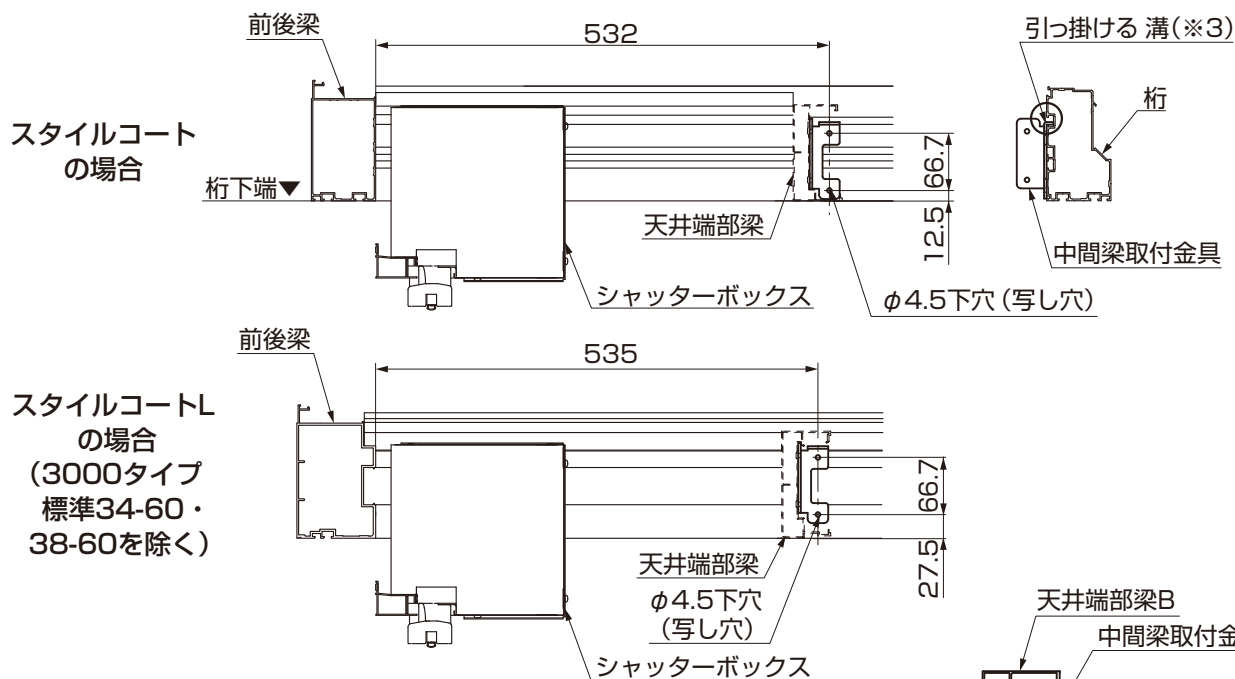

図5-9 天井端部梁（シャッター部分）取付け位置の下穴あけ
- ①天井端部梁の中間梁取付金具を取付ける位置のV溝（※2）にφ4.5の下穴をあけてください。
- ②桁の溝に中間梁取付金具のフィンを引っ掛けて（※3）桁にφ4.5の下穴（写し穴）をあけてください。（図5-9参照）